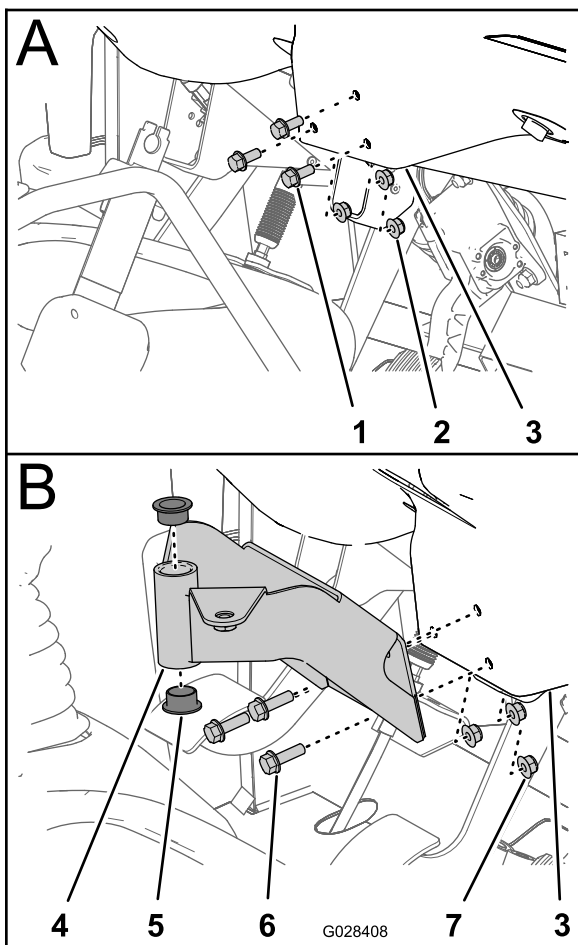

図 18
1. ダッシュパネルの中央下部分をダッシュパネル支持ブラケットに固定しているボルト3本とナット3個を外す (図 18)。
2. 中央コンソール用取り付けブラケットの穴を、ダッシュパネルと支持ブラケットの穴に合わせる 図 18。
4. ボルトとナットをトルク締めする (図 18)。
5. 取り付けブラケットにプラスチック製ブッシュ2個を入れる 図 18。